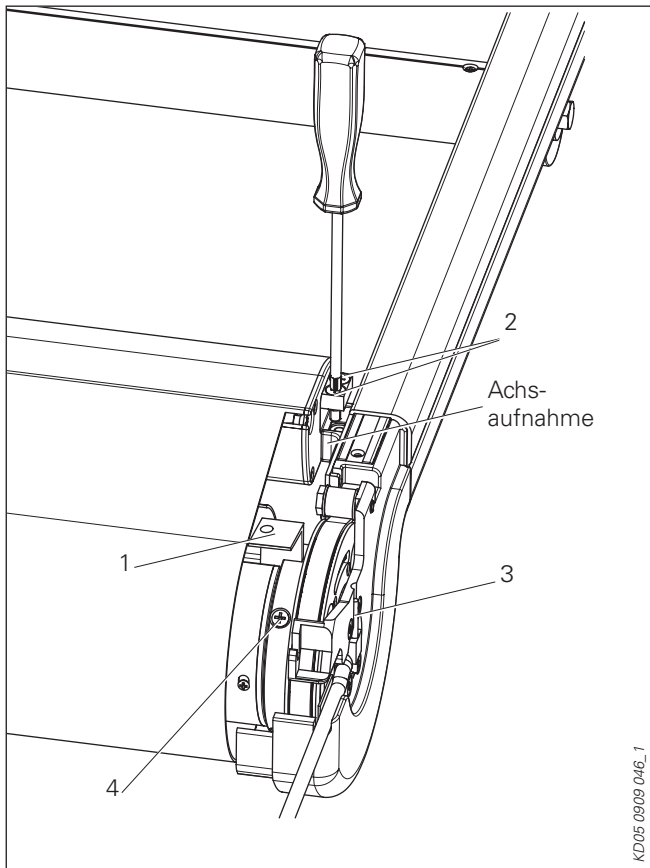
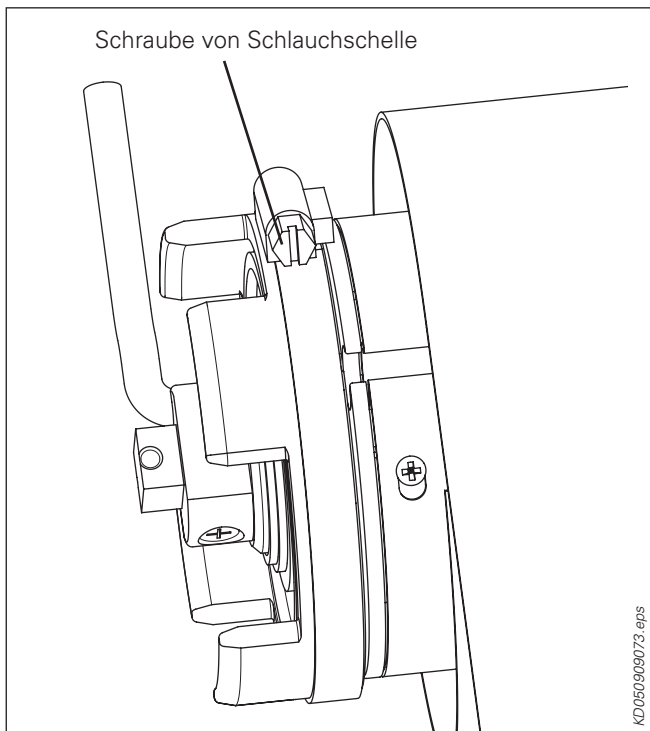

Abb. 1: W6 – Motorseite
Abb. 2: Anbringung Schlauchschelle (nicht möglich bei Sensorik)
- Transportsicherungs-Winkel einstecken (Abb. 1/1).
- FP losschrauben (Abb. 1/2).
- Auf der Motorseite die Konsolenabdeckung entfernen und den Bolzen 40x3 am Motorkopf ziehen (Abb. 1/3).
- Die vier radial angeordneten Schrauben aus der Klauenkupplung entfernen (Abb. 1/4).
- Gleiter in der Führungsschiene bis auf Anschlag an der Konsole schieben (Abb. 1).
- Achtung! Die vier radial angeordneten Schrauben der Klauenkupplung (Abb. 1/4) mit der Schlauchschelle gegen herausdrehen sichern (Abb. 2)! Schlauchschelle über den Schraubenköpfen anbringen. Schlauchschelle darf nirgends schleifen (nicht möglich bei Sensorik).
- Schlauchschelle (Art.Nr.: 802334) über die Klauenkupplung stülpen und über die Schraubenköpfe positionieren (Abb. 2).